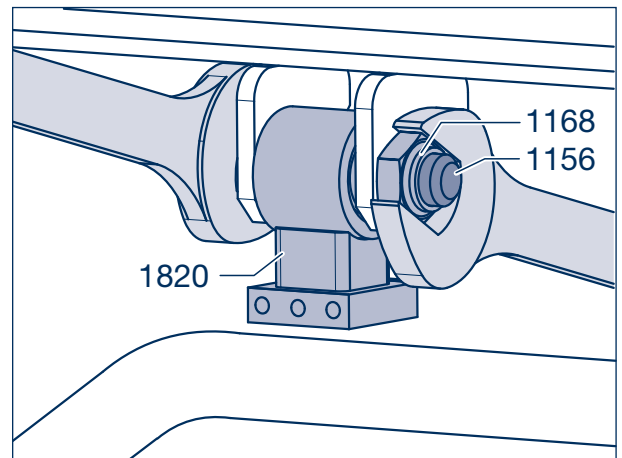

Bild 4
- [9] Falls abgebaut, Halter (1820) für Bügelstabilisator wieder anbauen (Bild 4), neue Sicherungsmuttern (1168, SW 46) von Hand auf die Sechskantschrauben (1156) aufschrauben, nicht festziehen.